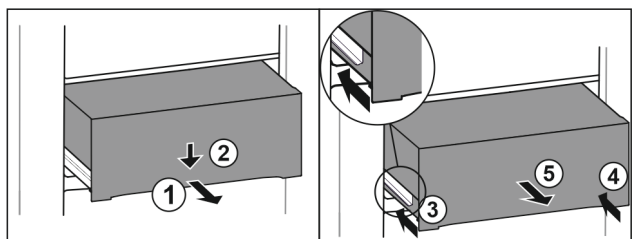

Fig. 155
- ▶ Wyciągnąć szufladę do połowy. Fig. 155 (1)
- ▶ Popchnąć szufladę z przodu w dół. Fig. 155 (2)
- ▶ Wsunąć lewą szynę o ok. 2 cm. Fig. 155 (3)
- ▶ Wsunąć prawą szynę o ok. 2 cm. Fig. 155 (4)
- ▶ Wyjąć szufladę do przodu. Fig. 155 (5)